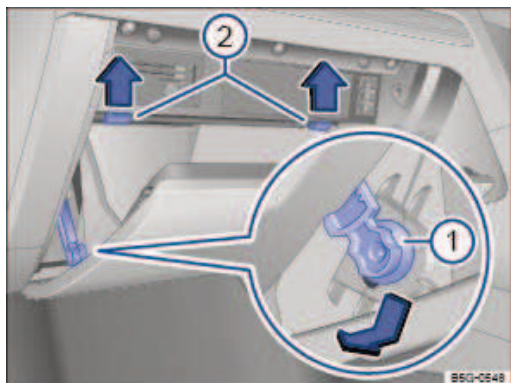

Fig. 191 Cache de la boîte à fusibles dans le tableau de bord : véhicules à direction à droite, côté passager avant
- Ouvrez et au besoin videz le rangement du côté du passager avant → Fig. 191.
- Enfoncez l'élément de freinage → Fig. 191 ① vers le bas dans l'ouverture du support et retirez sur le côté.
- Enfoncez l'ergot de butée → Fig. 191 ② vers le haut dans le sens de la flèche et continuez simultanément d'ouvrir le rangement.
- Pour la *repose* : positionnez la boîte à gants. Insérez l'élément de freinage dans l'ouverture du support et poussez-le vers le haut jusqu'à ce qu'il s'encliquette de manière audible. Poussez avec précaution le rangement vers l'avant au-delà du point de résistance des ergots de butée → Fig. 191 ②.